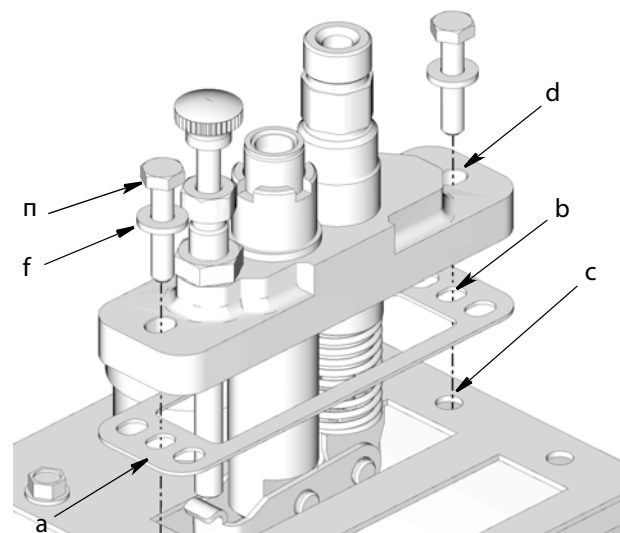

Рис. 1
2. Выверните прокладку (а) относительно выреза в верхней части крышки резервуара таким образом, чтобы отверстия (b) на двух краях прокладки совпадали с монтажными отверстиями (c) в крышке резервуара (Рис. 1).
5. Смонтируйте насос на резервуаре, совместив отверстия (d) на краях насоса с монтажными отверстиями (c) в крышке резервуара (Рис. 1).